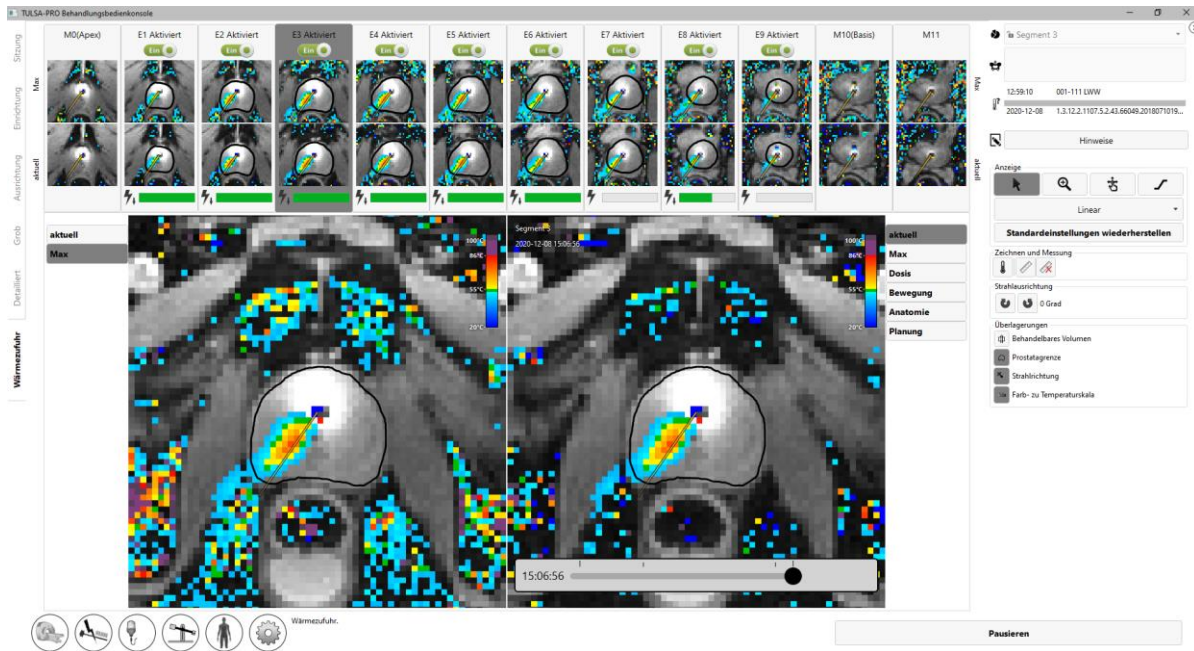

Abbildung 81: Falsche Ausrichtung der Ultraschallerwärmung und des UA-Strahlwinkels
**Wenn während der Behandlung beobachtet wird, dass die Richtung der Ultraschallerwärmung und der UA-Strahlwinkel in der Ansicht „Aktuelle Temperatur“ nicht übereinstimmen oder nicht zueinander passen (Abbildung 81), müssen Sie den Strahlwinkel anpassen. Lässt sich das Problem durch die Anpassung nicht beheben, klicken Sie auf Pause, und erstellen Sie ein neues Behandlungssegment (siehe *Erstellen eines neuen Behandlungssegments*), um die Ultraschallabgabe und die Thermometrieaufnahme anzuhalten. Betreten Sie den MRT-Raum, um sicherzustellen, dass der UA ordnungsgemäß mit dem PS verbunden ist. Wenden Sie sich an einen autorisierten Kundendienstmitarbeiter von **Profound Medical**, falls das Problem weiterhin auftritt.**